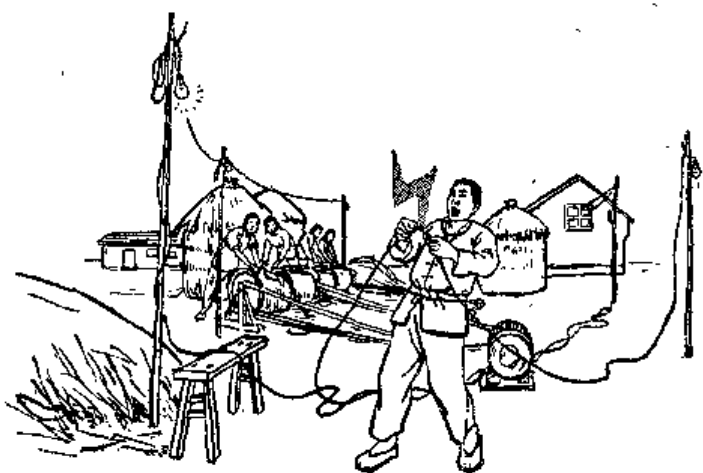
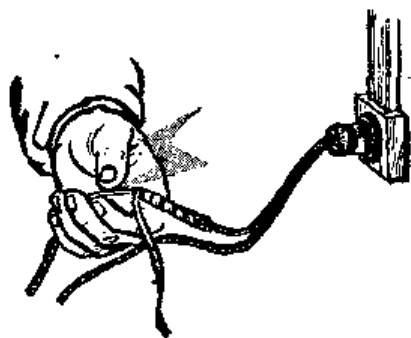

图 3
图 4
(1) 触电事故大都发生在电压为 220 伏或 110 伏的用电设备，发生在电压为 380 伏以上用电设备的次数比较少。因为一般用电设备大都采用 220 伏或 110 伏的电源，应用范围比较广；人身接触到的机会也多。例如：每一家庭里所用的电灯、收音机、电风扇，工厂里所用的小型电动工具，理发店里所用的电器用具等等都是。另一方面，因为和这些用电设备接触的人数比较多，而且比较缺乏用电常识，或是思想上麻痹大意，对于 220 伏电压的危险性，认识不足，不够重视。
(2) 用电设备安装不合标准，在农村方面造成触电事故更多。例如：临时架设电线不合安全要求，如图 3 所示；电线破旧、外面绝缘体已坏，电杆埋植不深不牢，容易被风吹斜、吹倒，电线用得太细，容易发热烧坏橡皮绝缘，或是装得太低，容易碰断，安装电线的接头处，没有用绝缘胶布包好，如图 4 所示；或在室内装用裸线，电灯线路采用一线一地办法，如